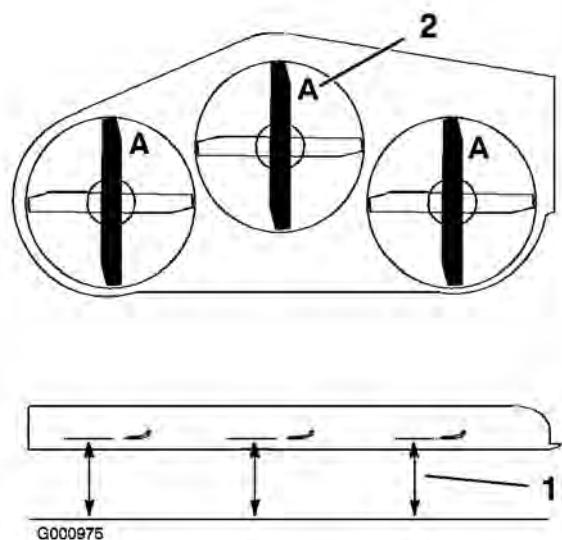

Figura 54
3. Gire las cuchillas hasta que los extremos estén orientados hacia adelante y hacia atrás. Mida desde una superficie nivelada hasta el filo de corte, posición A, de las cuchillas (Figura 54). Anote esta dimensión. Para las plataformas